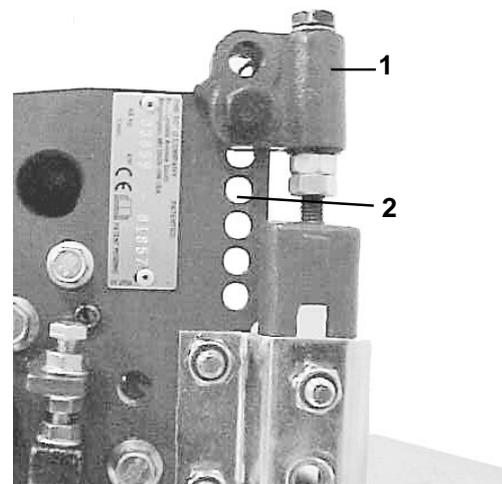

Bild 12
3. Richten Sie das hintere Stützteil und die Seitenwand mit Hilfe der Abmessungen in Tabelle 1, die in etwa zutreffen. Das hintere Stützteil befindet sich entweder in der oberen oder unteren Stellung, während sich die Seitenwand in den Löchern 1 bis 4 befinden kann. Dabei ist Loch 1 das oberste Loch (Bild 12).